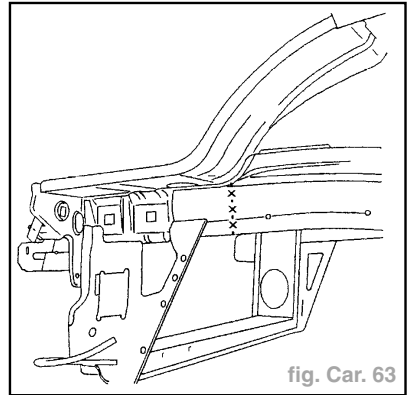

fig. Car. 63
- Tracer puis découper à l'aide d'une scie (fig. Car. 63).